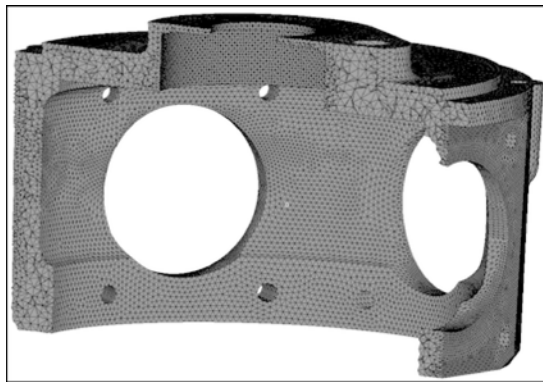

图 5-132 Tetramesh 结果
(4) 在 HyperMesh 用户界面的左侧，从 Tetramesh Process Manager 切换至 Model Browser。
- (5) 在名为 tetmesh 的部件上右键单击，选择 Isolate Only 选项。此时可以在 HyperMesh 视图区域中观察到网格的全貌。
(6) 单击 Mask (🔒) 按钮。
(7) 通过鼠标左键+〈Shift〉键的方式，任意选取模型中的部分单元，并将其隐藏。
(8) 观察模型内部的单元形态，如图 5-132 所示。